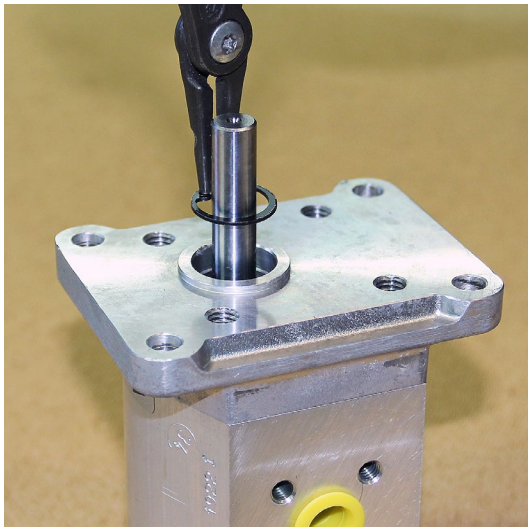

Abbildung 4.2
7. Entfernen Sie den Sicherungsring mit einer Zange. Dies gilt ausschließlich für Cobra 30-Modelle, die vor 2016 hergestellt wurden. Neuere Modelle haben keinen Sicherungsring. Der Sicherungsring wird bei den älteren Modellen nicht wieder montiert, sondern ist durch eine weitere Dichtung zu ersetzen, siehe Abb. 4.2.